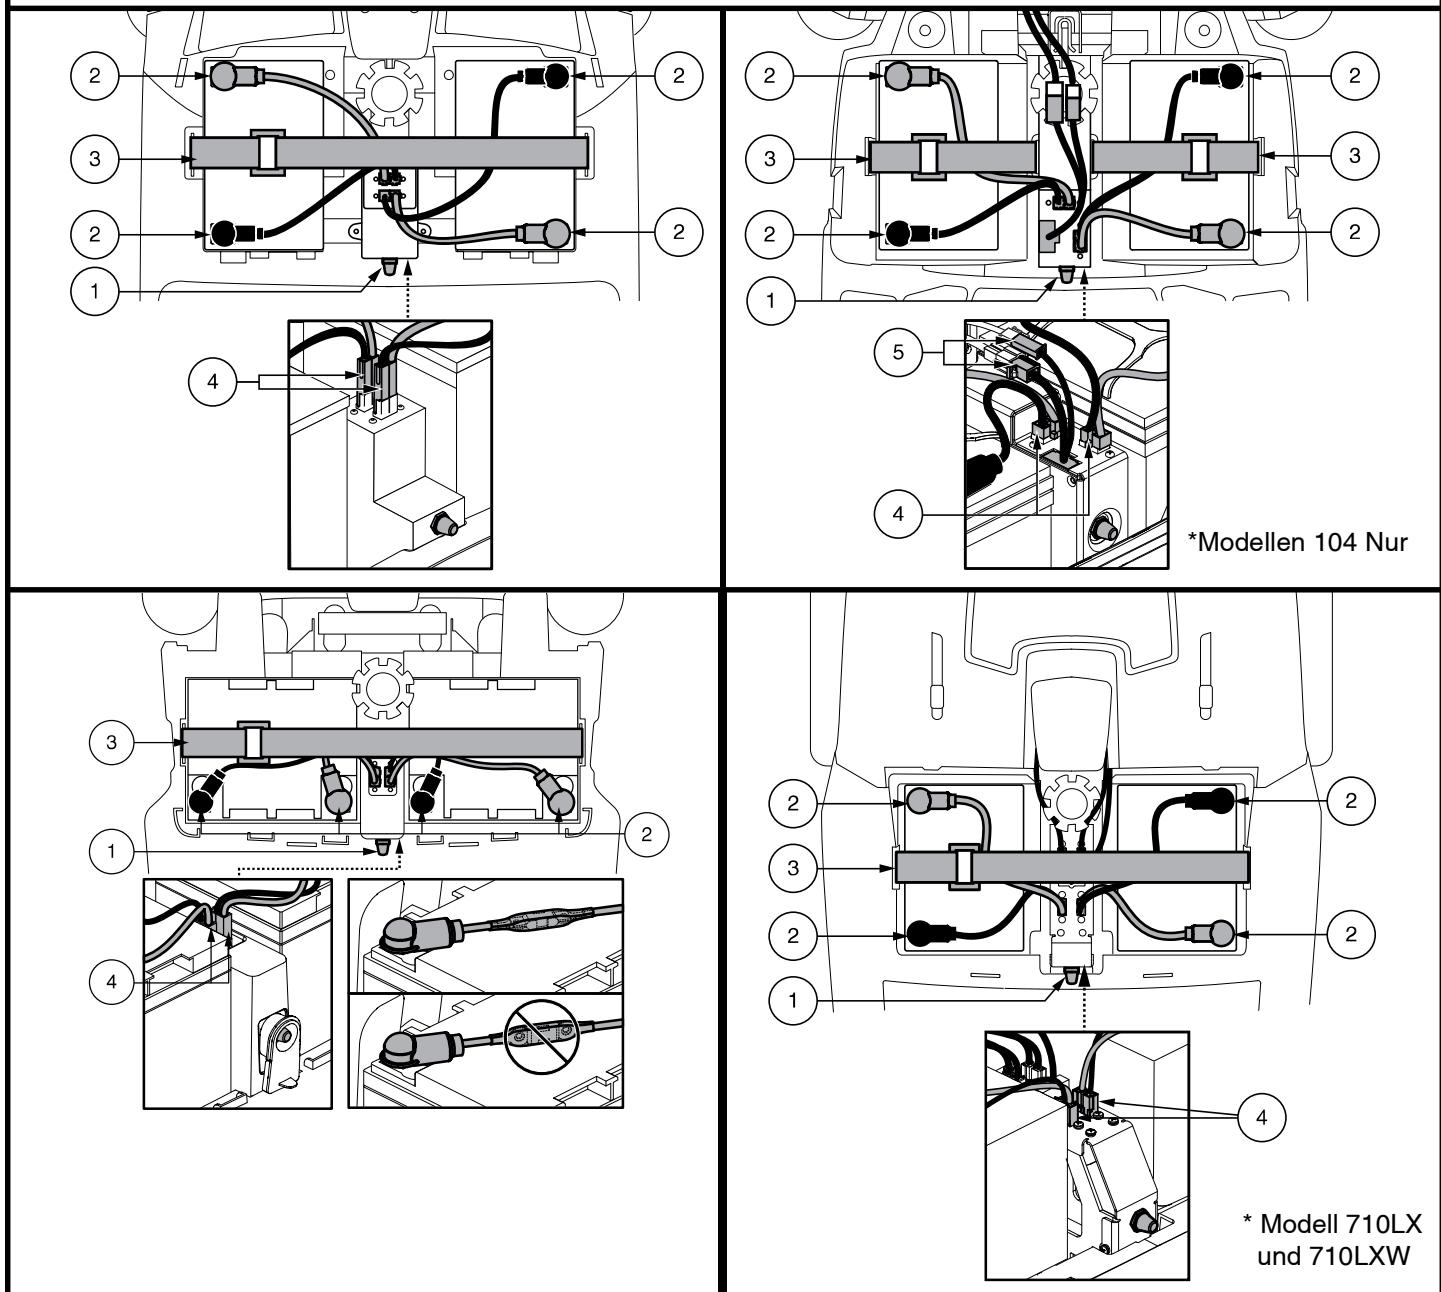

Abb. 14. Batterie Ausbau/Einbau Batteriepole und Verabelung
2. Lösen Sie den Haltegurt der Batterie. **Siehe Abb. 14.**
3. Trennen Sie die Batterienkabel und ziehen Sie sie gerade nach oben. **Siehe Abb. 14.**
6. Legen Sie eine neue Batterie in jedes Batteriefach. Bei den Modellen 710LX und 710LWX sind die Batterieklemmen jeder Batterie nach hinten gerichtet. Bei allen anderen Modellen sind die Batterieklemmen jeder Batterie gegenüber und zu den Außenseiten des Elektromobils gerichtet. **Siehe Abb. 14.**